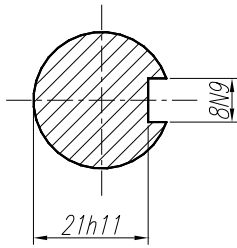

图 11-66 修改后缀
5) 在后面添加文字后, 单击“关闭文字编辑器”按钮, 结果如图 11-66 所示。